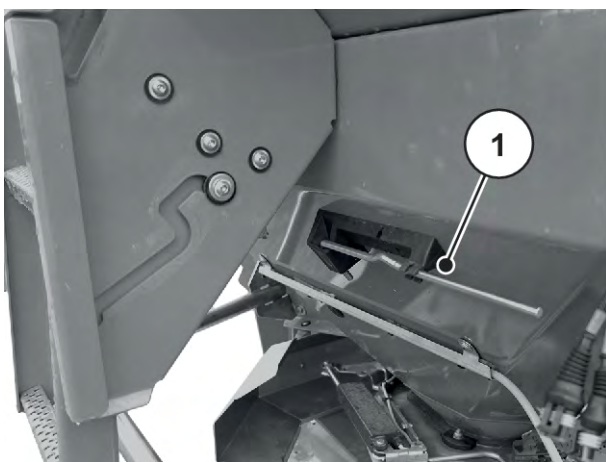

Рис. 36: Розташування регулювального важеля AXIS xx.2
- ▶ Знову вставте важіль регулювання в передбачене для нього кріплення. Див. *Рис. 36 Розташування регульовального важеля AXIS хх.2*